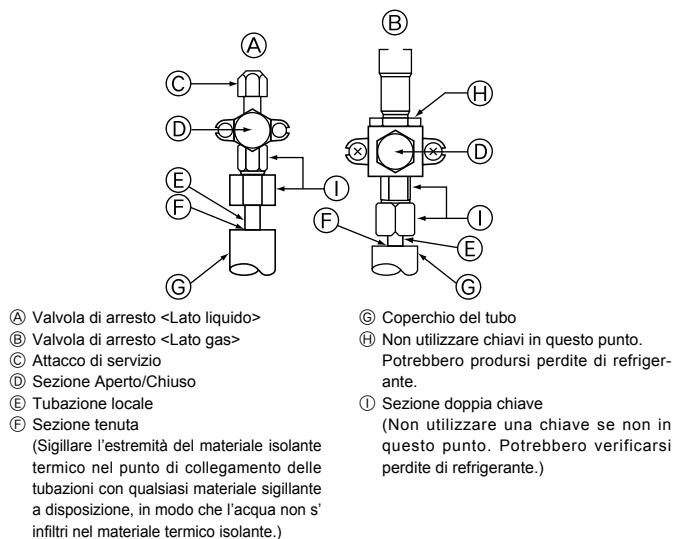

Fig. 4-5
⑤ Utilizzare il sigillante per sigillare le estremità del coperchio del tubo attorno alle sezioni di giunzione dei tubi per impedire la penetrazione di acqua nell'isolamento termico.
4.4. Tubo del refrigerante e metodo di verifica tenuta (Fig. 4-5)